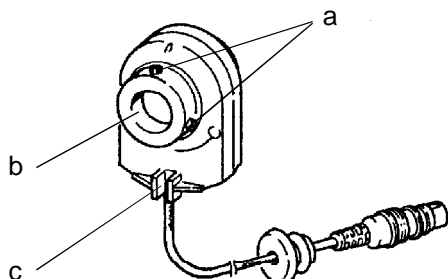

Fig. 6.10
- La fig. 6.10 rappresenta la vista anteriore dell'IWG, il quale viene inserito sul perno di alloggiamento della manopola e bloccato con due brugole (a).